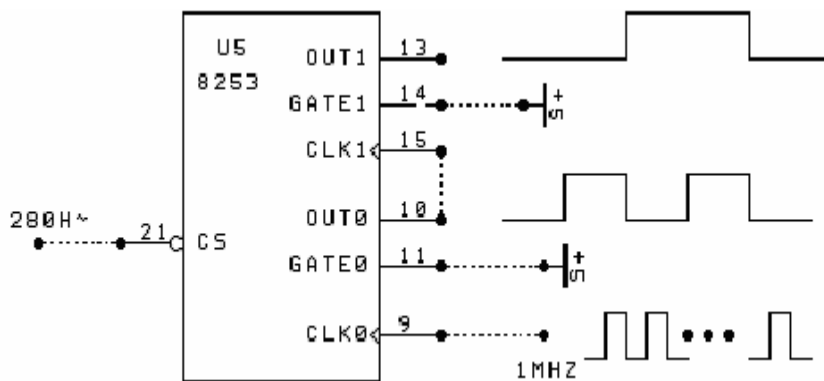

图 2-7
2. 按图2-7连接电路，将计数器0、计数器1分别设置为方式3，计数初值设为1000，用逻辑笔观察OUT1输出电平的变化（频率1HZ）。